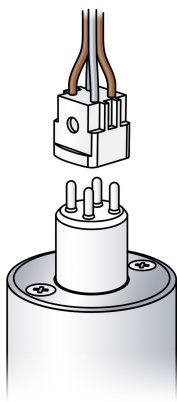

Abb. 1
- Entfernen Sie den Transportstopfen aus Anschluss 4: Wasseranschluss Typ 2. (Abb. 1)
Schritt 2 – Demontieren Sie den Einlassfilter (Abb. 1)